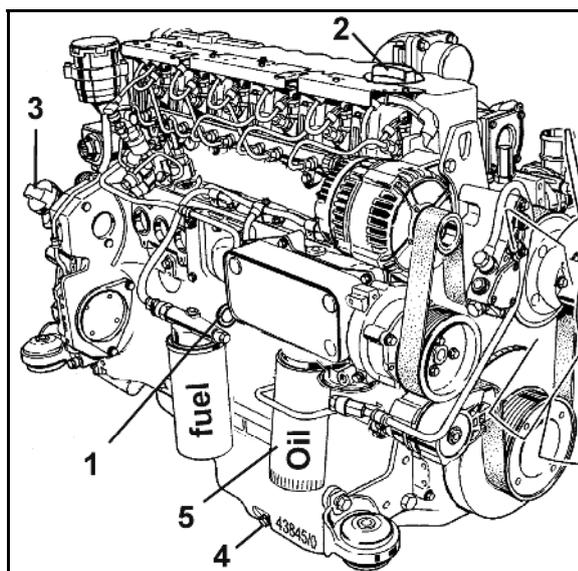

Fig. 143
2. Ziehen Sie den Ölmesstab (Fig. 143/1) heraus und reinigen Sie diesen mit einem sauberen Tuch.
4. Wenn nötig, muss der Ölstand mit dem vorgeschriebenen Öl in der Einfüllöffnung (Fig. 143/2,3) nachgefüllt werden.
5. Ölablassschraube (Fig. 143/4) herausdrehen.